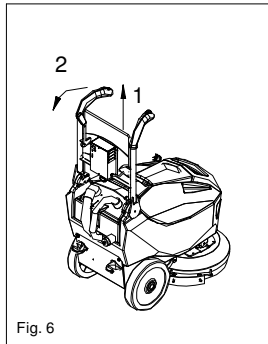

Fig. 6
3. Alzare i manubrio tirando verso l'alto la leva indicata in figura (Fig. 6 - 1)
4. Spostare il manubrio e posizionarlo in posizione di lavoro (Fig. 6 - 2)